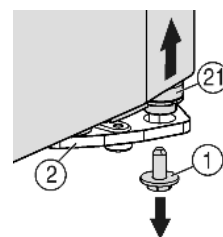
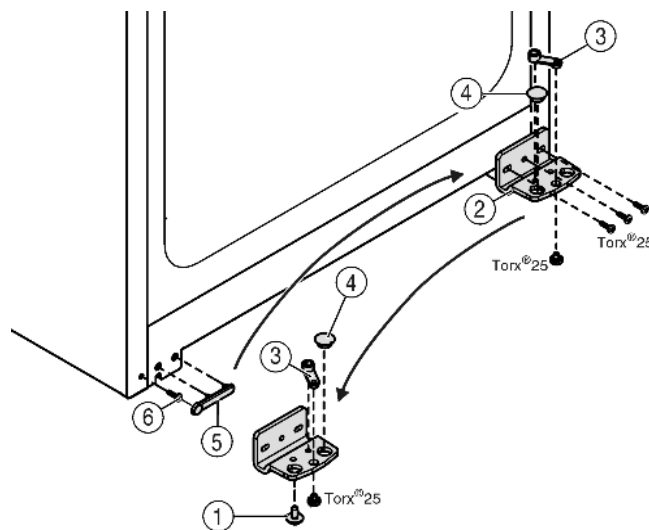

Fig. 5
Fig. 6
- ▶ Vpravo dole na stojanu ložiska vyšroubujte pojistný šroub Fig. 5 (1).
- ▶ Ložiskový čep Fig. 5 (21) se uvolní ze stojanu ložiska Fig. 6 (2).
- ▶ Pokud se ložiskový čep Fig. 5 (21) neuvolní, vytlačte čep zdola.
- ▶ Našroubujte stojan ložiska Fig. 6 (2).
- ▶ Našroubujte ložiskový díl Fig. 6 (3) a přemístěte do protilehlého upínacího otvoru stojanu ložiska, opět přišroubujte.
- ▶ Vyjměte ze stojanu ložiska zátku Fig. 6 (4) a nasadte do protilehlého upínacího otvoru stojanu ložiska.
- ▶ Opatrně zvedněte kryt Fig. 6 (5) na straně madla.
- ▶ Vyšroubujte šroub Fig. 6 (6) a na protější straně ho opět nasadte.
- ▶ Kryt Fig. 6 (5) opět nasadte.
- ▶ Přišroubujte opět stojan ložiska Fig. 6 (2) na novou stranu závěsu (**silou 4 Nm**), příp. pomocí akumulátorového šroubováku.
▶ Zašroubujte a dotáhněte pojistný šroub Fig. 5 (1) dole do ložiskového čepu (silou 4 Nm).